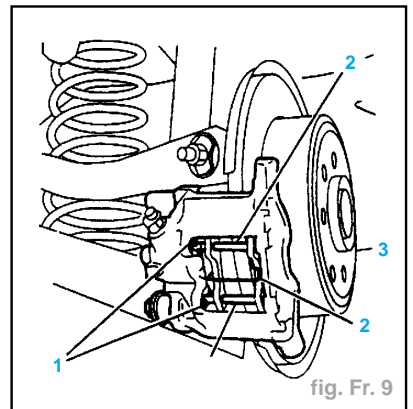

fig. Fr. 9
- Déposer (fig. Fr. 9) :
- les goupilles (1),
- les axes (2),
- le ressort (3).